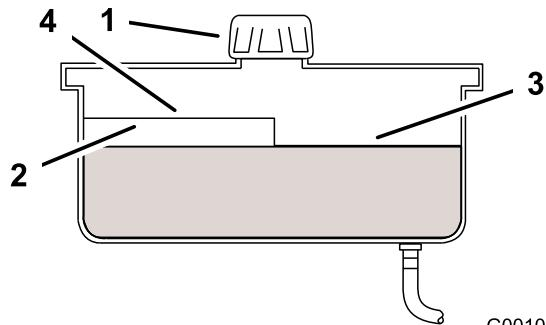

Figura 50
4. Pulite l'area attorno al tappo e al collo del bocchettone del serbatoio idraulico (Figura 50).
5. Togliete il tappo dal collo di riempimento. Guardate all'interno per verificare se il serbatoio contiene del fluido. (Figura 50).
Nota: Il livello del fluido deve raggiungere la parte superiore del segno di livello 'caldo' del deflettore (Figura 50).